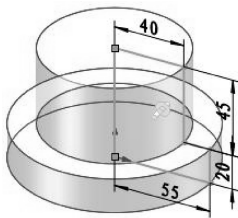

图 3-18 创建旋转凸台特征
- 保留属性面板中选项的默认设置，直接单击按钮，完成旋转特征创建，结果如图 3-18 所示。